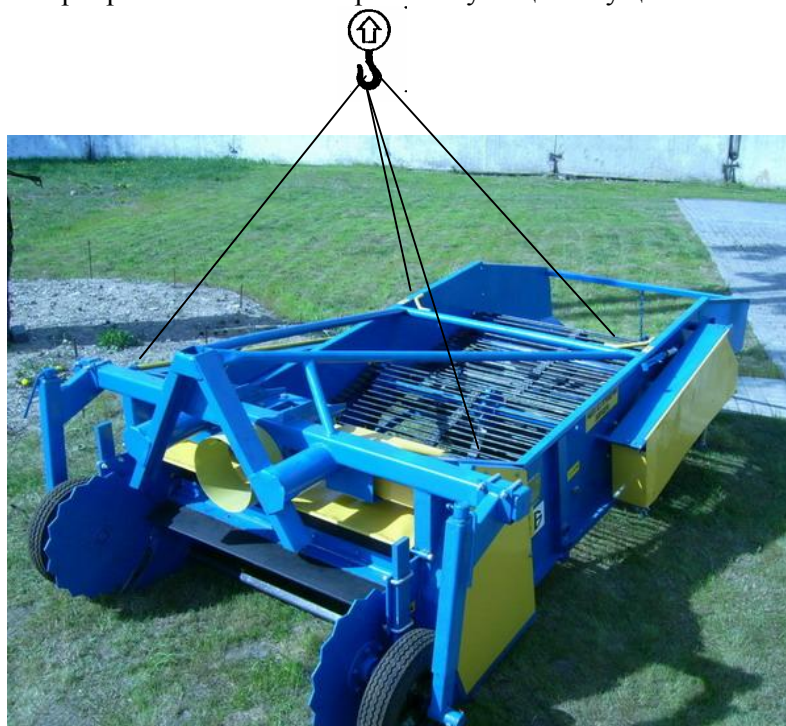

Рис. 6 Схема строповки копателя-валкоукладчика лука КЛ-1,4А
15.2 Строповка копателя при погрузке (разгрузке) производится согласно схеме (рисунок 6).